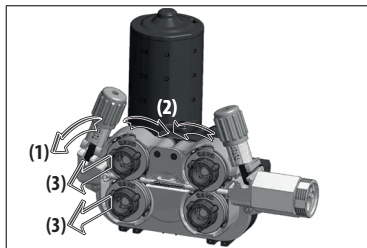

Рисунок 9: Демонтаж роликов механизма подачи проволоки
- Для замены роликов механизма подачи проволоки потяните на себя винт регулировки прижима (1), поднимите крышку верхнего ролика (2) и выньте установленные ролики (3). (Рисунок 9)